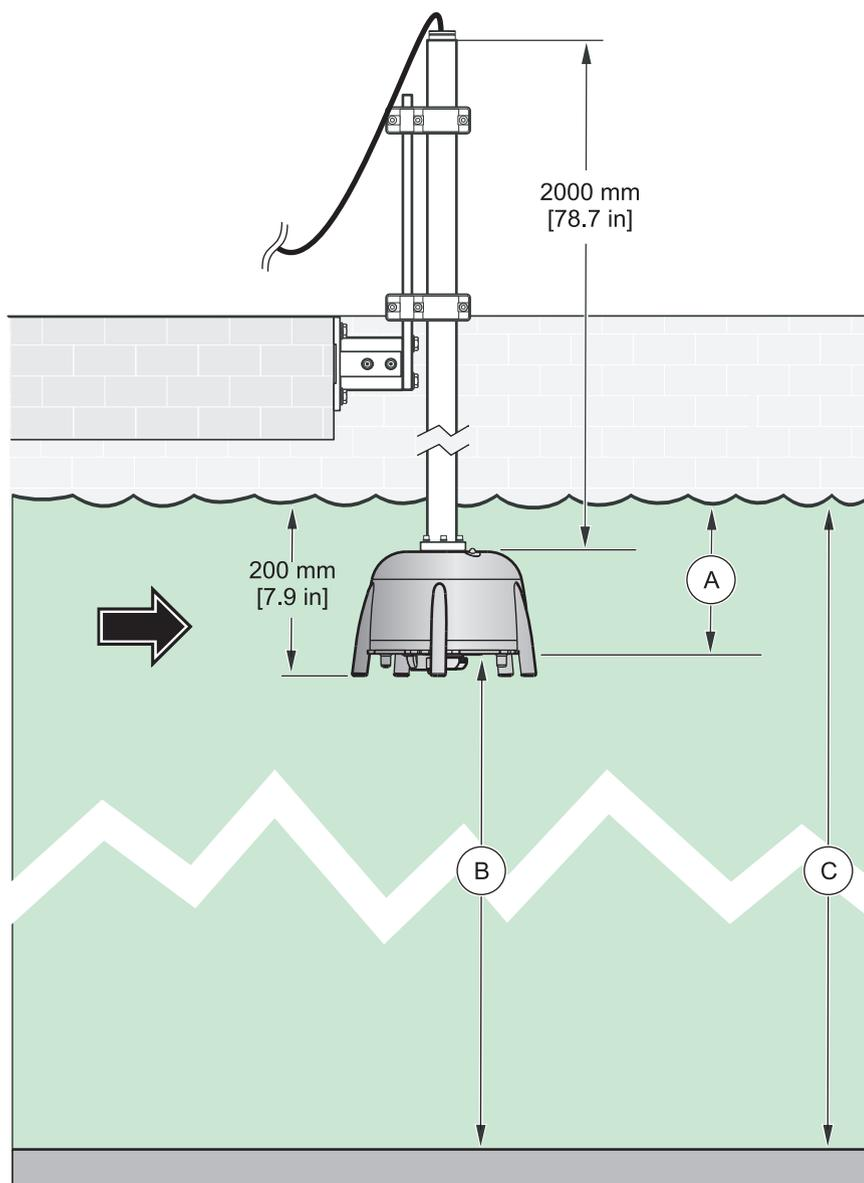

Figura 10 Profondità di immersione–profondità della vasca
4. Nel menu della sonda CALIBRAZIONE, immettere la profondità di immersione effettiva (punto A, Figura 10) nella voce di menu PROFONDITÀ
6. Nel menu della sonda CALIBRAZIONE, immettere il valore registrato della profondità della vasca (punto C, Figura 10) nella voce di menu INFERIORE.